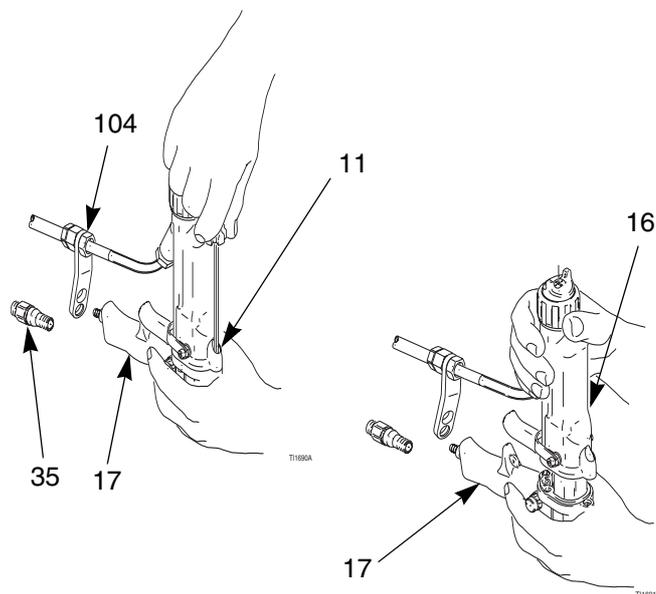

Fig. 28. Desmontaje del cañón
4. Sostenga la empuñadura de la pistola (17) con una mano y tire del cañón (16) hacia afuera extrayéndolo de la empuñadura. Vea FIG. 28.